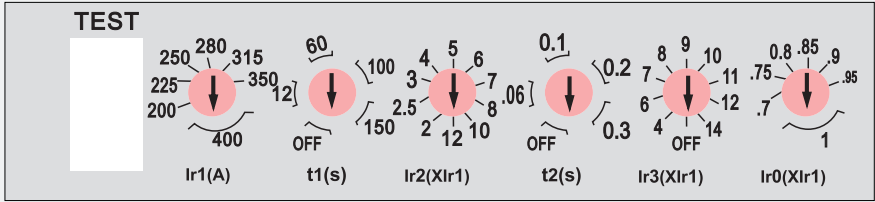
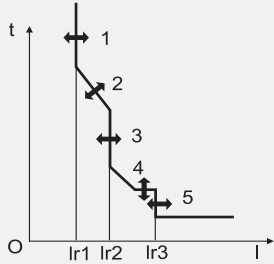

图12
图13
6. HSM2E-400, In=400A电子式脱扣器见图12、图13